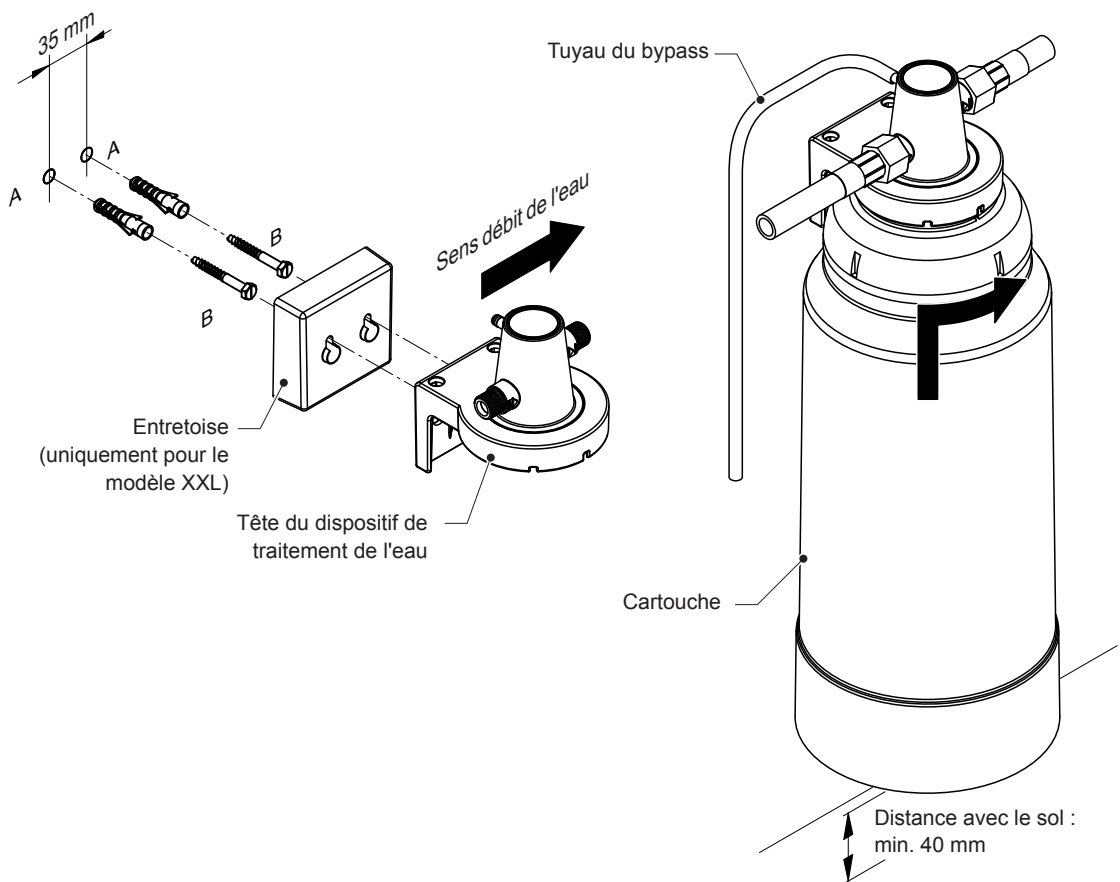

Fig. 22: Montage du traitement de l'eau
- lors du montage mural, il y ait un espace suffisant sous le dispositif de traitement d'eau pour insérer/retirer la cartouche (min. 40 mm, voir aussi *Fig. 22*) et le point de fixation (mur, cloison en bois, etc.) et que le support présente une résistance et une stabilité suffisantes. Poids en fonctionnement, voir *Fig. 22*.
4. Sortir la cartouche de l'emballage et enlever le capuchon. Faire glisser la cartouche soigneusement dans la tête du dispositif de traitement d'eau tout en appuyant vers le haut et en tournant jusqu'à ce que la cartouche soit placée dans le verrouillage par baïonnette de la tête du dispositif. Tourner ensuite la cartouche, avec une légère pression vers le haut, dans le sens de flèche comme indiqué à la Fig. 22, jusqu'à la butée.
4. Raccorder la conduite d'arrivée d'eau à l'entrée du dispositif de traitement d'eau et le tuyau blindé fourni à la sortie du dispositif de traitement d'eau et au raccord d'arrivée de l'unité hydraulique (voir Fig. 22).